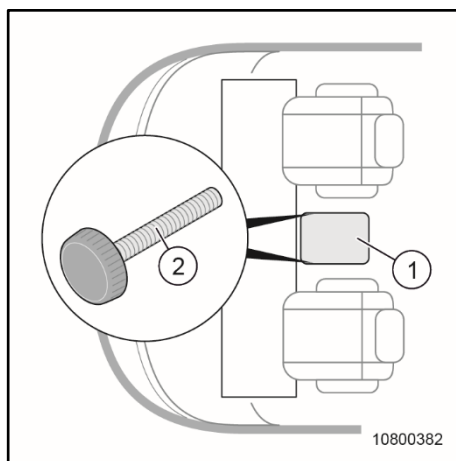

Fig. 205 Remplacer la batterie du véhicule
4. Ouvrir la trappe (Fig. 205/1) entre le siège du conducteur et le siège du passager.
5. Retirer les molettes gauche et droite (Fig. 205/2).